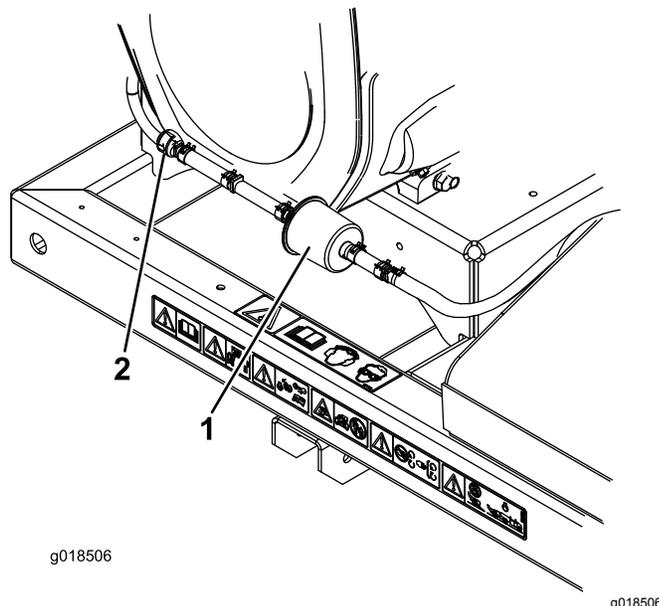

Рисунок 18
2. Переместите шланговые хомуты пружинного типа с обеих сторон угольного фильтра линии продувки в стороны от фильтра (Рисунок 18).
3. Снимите и удалите в отходы угольный фильтр (Рисунок 18).
4. Установите новый фильтр в шланг так, чтобы стрелка на фильтре была направлена в сторону обратного клапана, и зафиксируйте его шланговыми хомутами (Рисунок 18).